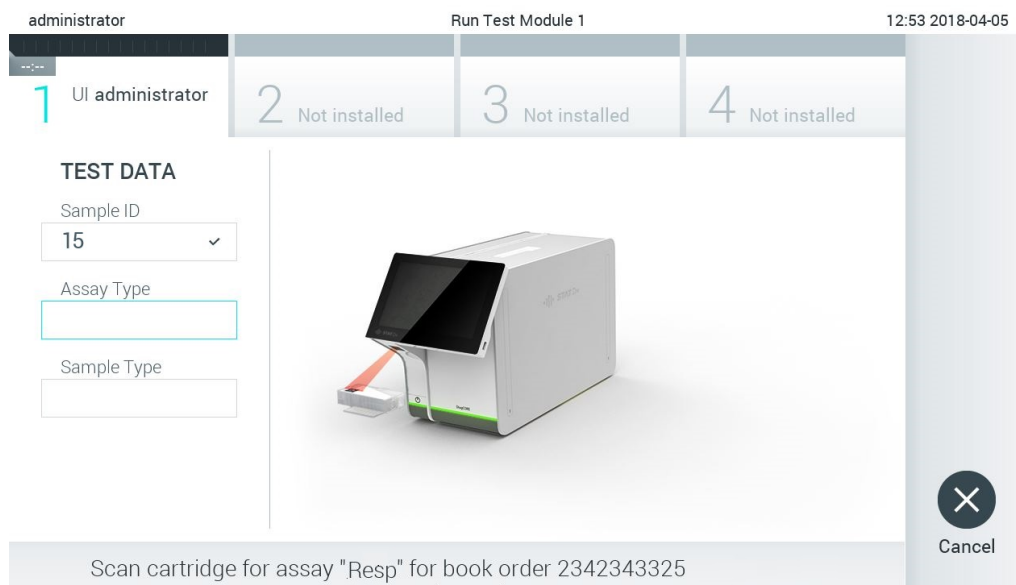

図 83. QIAstat-Dx assay cartridge バーコードをスキャン。
4. ホストからの検査依頼取得に成功した場合は、「Scan cartridge for assay <assay_name> and book order <order_number>」（<assay_name（アッセイ名）> アッセイおよび予約依頼 <order_number（依頼番号）> のカートリッジをスキャン）と表示されます。指定された QIAstat-Dx assay cartridge のバーコードをスキャンします（図 83）。